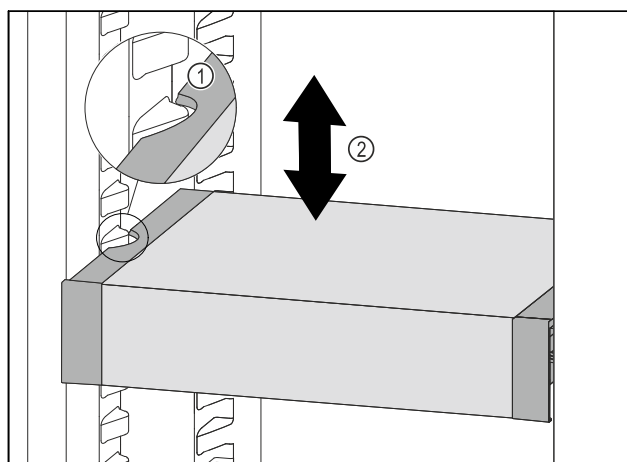

Fig. 110
- Тяните VarioSafe вперед, пока боковые выемки VarioSafe не окажутся на высоте выступа резервуара в холодильном отделении. Fig. 110 (1)
- ▶ Двигайте VarioSafe в холодильном отделении вверх или вниз, пока не будет достигнута требуемая высота. *Fig. 110 (2)*